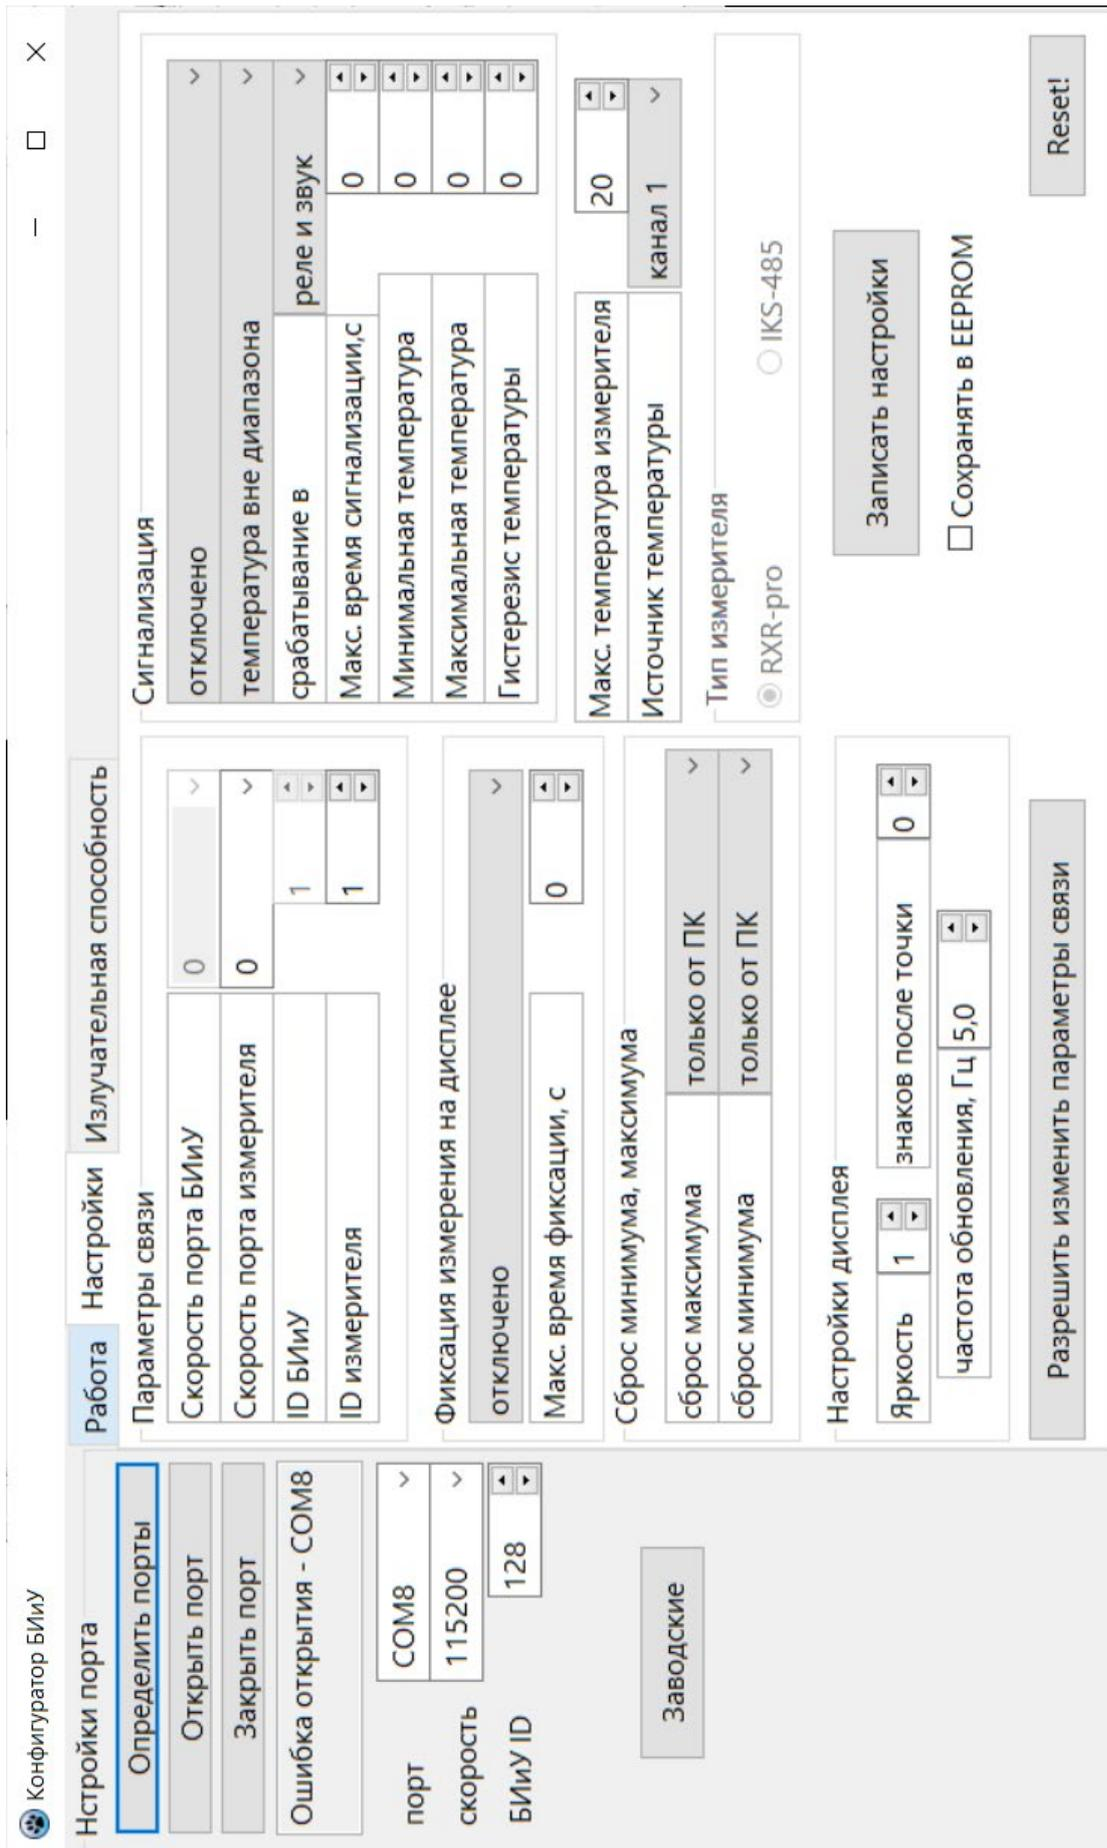

Рисунок 1 Рабочее окно программы Conf_BiU.exe
6. Запустить программу Conf_ViiU.exe (Рисунок 1)